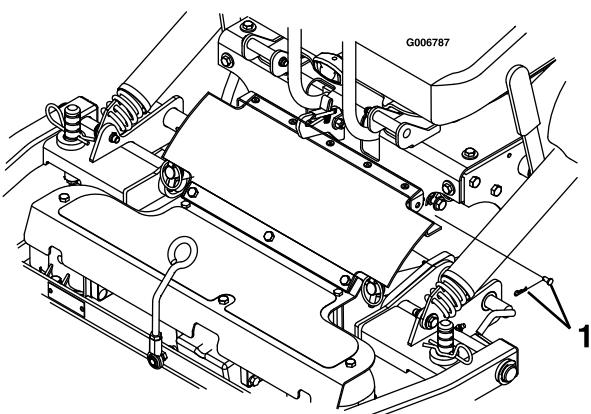

Figura 71
7. Retire el pasador de horquilla y la chaveta de ambos lados del protector de la TDF (Figura 71).
6. Alinee la parte superior del protector de goma de la TDF con las pestañas de la parte delantera de la consola, y sujetelos con un pasador de horquilla y una chaveta en cada lado (Figura 71).